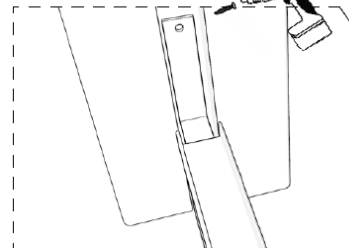

FIG. 10 - ESCUADRA FIJADA CON TORNILLOS AUTORROSCANTES
- 01 Sitúe el travesaño inferior contra el poste y conéctelo por ambos lados con una escuadra en L de 22 x 70 mm (figs. 8-9). Siguiendo las posiciones de los orificios de tornillo de la escuadra, fíjelo con un tornillo autorroscante de 3.9 x 32 mm y dos tornillos de 3.9 x 9.5 mm (fig. 10).